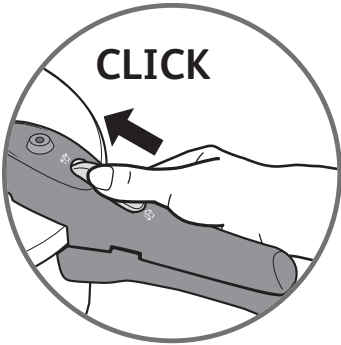

Fig 4
- Poussez le bouton d'ouverture (E) sur la position  - Fig 4